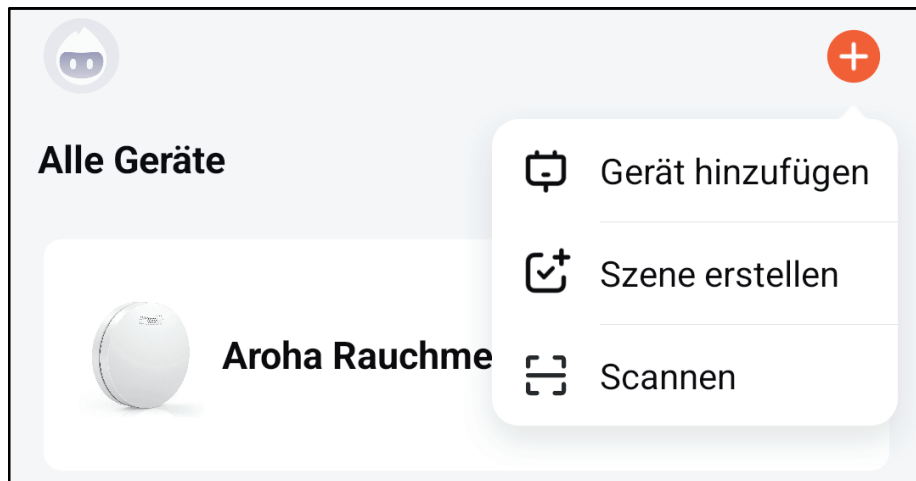

Abbildung 1: Gerät in der App hinzufügen
**Schritt 5:** Klicken Sie auf das „+“ in der oberen rechten Ecke des App-Startbildschirms. Wählen Sie dann „**Gerät hinzufügen**“, wie Sie in Abbildung 1 sehen. Die App sucht nun automatisch nach Geräten, die sich im Kopplungsmodus befinden. Befolgen Sie die Schritte wie in der App beschrieben.